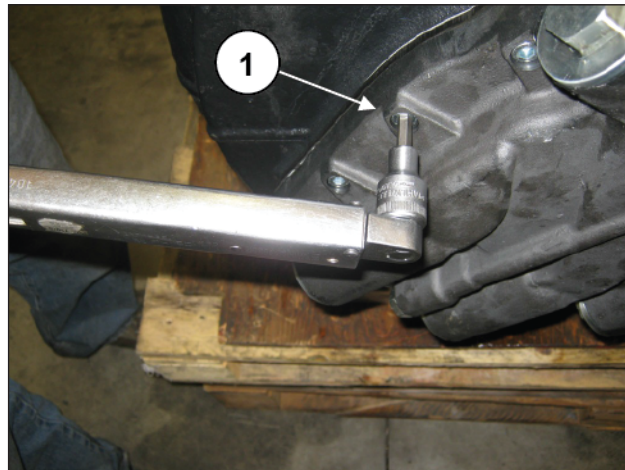
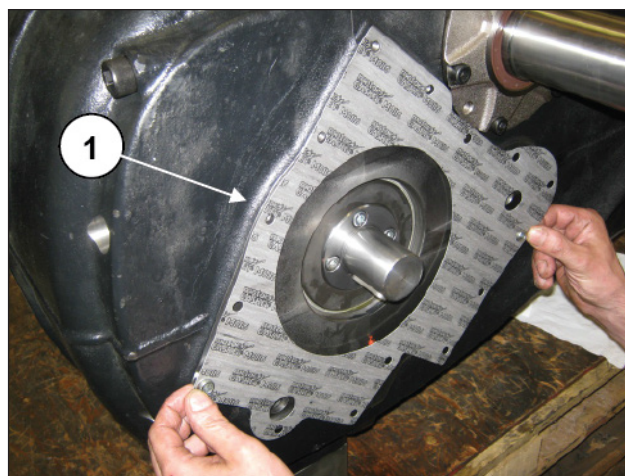

图 21
图 22
拧松相应的螺栓来拆下油泵体 (①, 图 21)。取出扁平垫圈, 如有必要则更换它 (①, 图 22)。